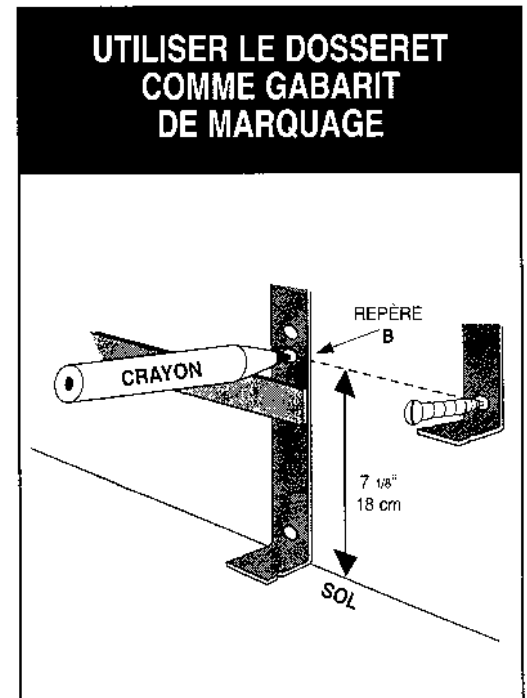

Figure 1B
- 2- Utiliser le dossier comme gabarit de marquage en le déposant au sol contre le mur. Utiliser le repère B pour marquer les fixations inférieures (Figure 1B).